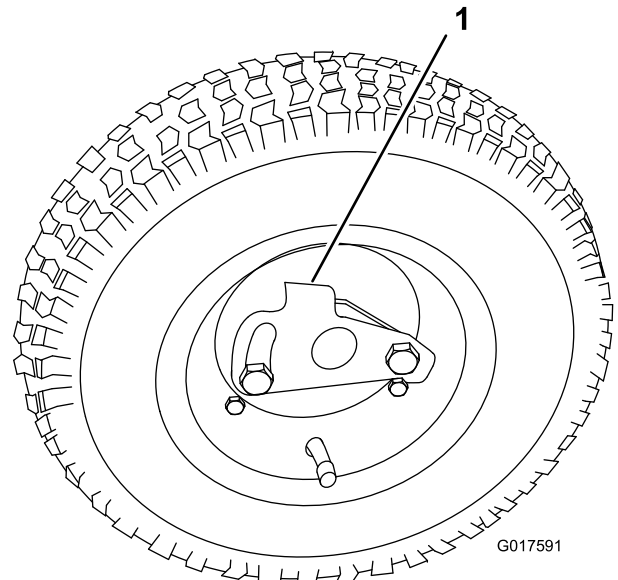

Bild 8
1. Ziehen Sie das Rad auf die Achse auf (Bild 8).
2. Drehen Sie den Radbefestigungsclip weg von der Mitte des Rads, damit er weiter auf die Achse gleiten kann (Bild 8).